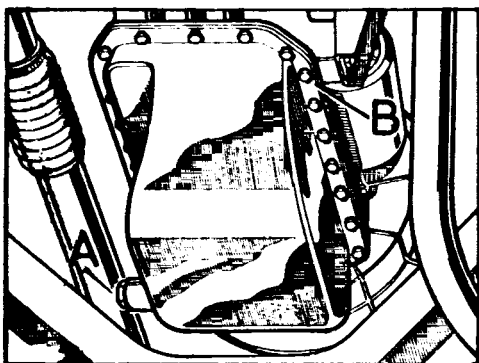

Fig. A1-88 Cárter de aceite
1.2. Vaciar el aceite quitando el tapón, A (Fig. A1-88).